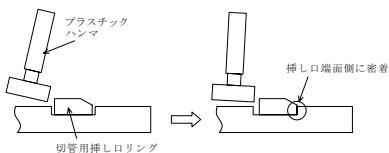

図 48 プラスチックハンマによる密着方法
- (3) 切管用挿し口リングを切管用挿し口リング絞り器具により絞った状態で、傷つかないようにプラスチックハンマなどを使って図 48 に示すように溝部の挿し口端面側に密着させる。